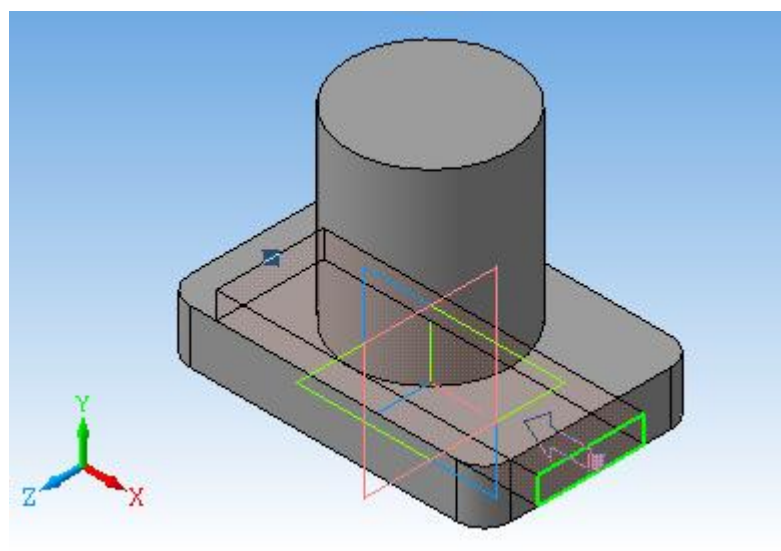

Рис. 8.9
9. Вийти з режиму  *Ескіз*. Вибрати команду  *Редагування деталі - Вирізати видавлюванням*. На *Панелі властивостей* вибрати - *Через все* (рис. 8.9). Зафіксувати команду.